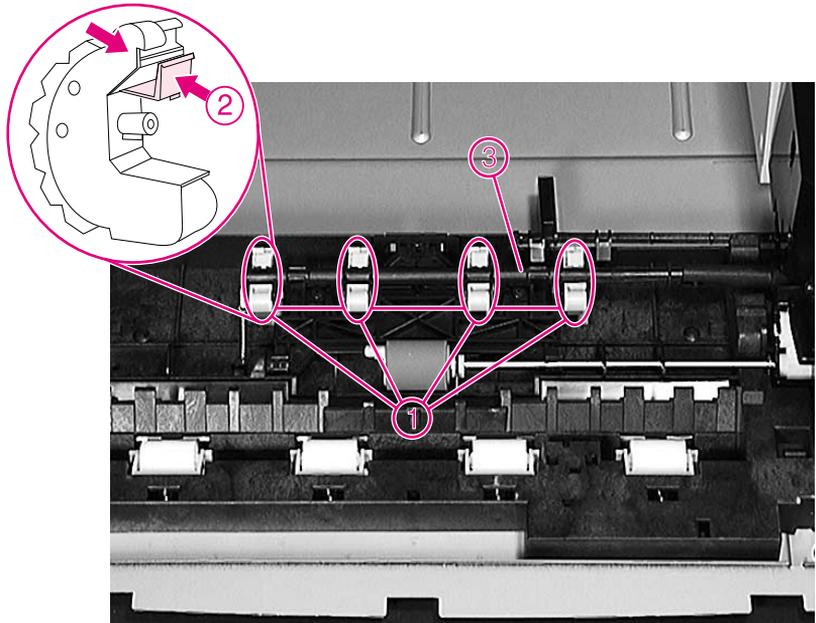

Figura 13
- 1 Con una mano, ruotare la piastra del rullo di prelievo di 90 gradi (Figura 13, elemento 3).